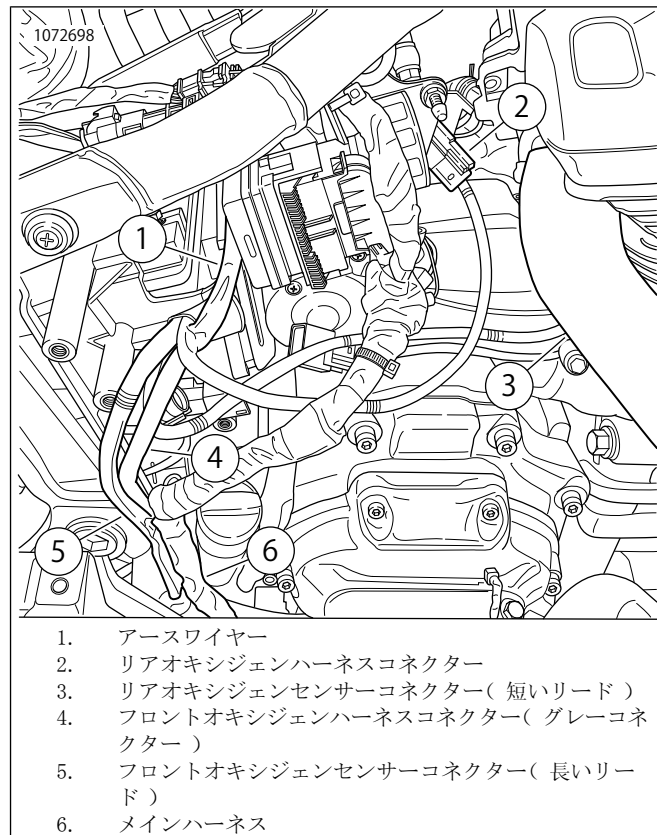
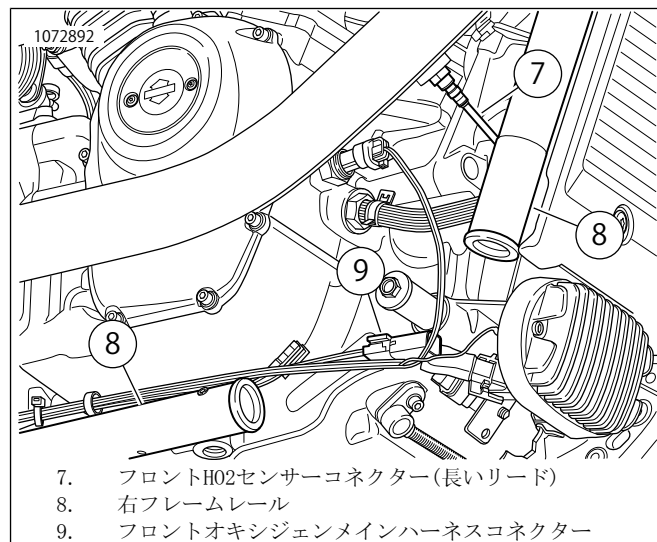

図24。ATMハーネスの取り回し
図25。フロントATMハーネスの取り回し(わかりやすくするためにパーツは取り外した状態)
16. 「図24」および「図25」を参照してください。グレーのコネクタ(4)の付いたフロントオキシジェンハーネスをバッテリーコンポーネントから外へ取り回します。